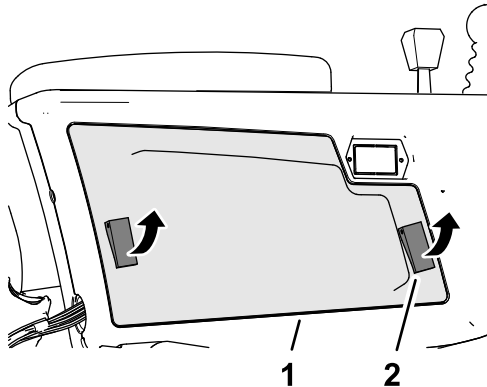

Figura 133
2. Abra los 2 enganches que fijan la cubierta del brazo de control al brazo y retire la cubierta (Figura 133)